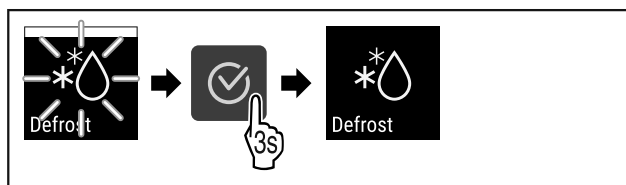

Fig. 87
- ▶ Udfør handlingstrinene (se Fig. 87) .